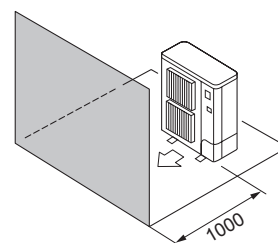

Fig. 2-9
- ④ Enbart hinder på framsidan (Fig. 2-9)